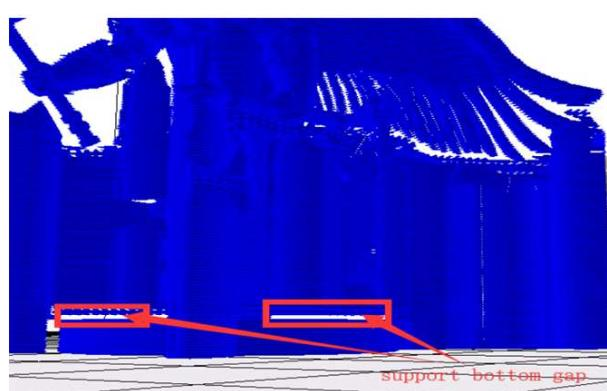

图 26·切片完成后(加支撑),
5. 支撑底部距模型间隙（单位mm）：即支撑的底部与模型表面的间距，如图 26，该参数与上述“支撑的顶部距模型间隙（单位mm）”功能的调整方式类似。